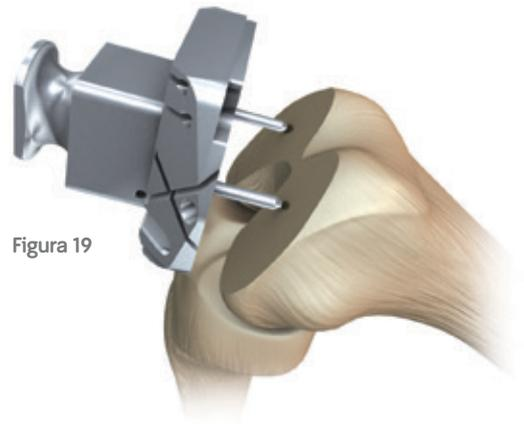

Figura 19
- 1 Coloque las púas sobre la guía femoral DCF AP en los orificios realizados previamente (figura 19). Utilice el mazo para impactar el conjunto de la guía AP hasta que la guía quede alineada con el fémur distal resecado. Retire el impactor de la guía AP.